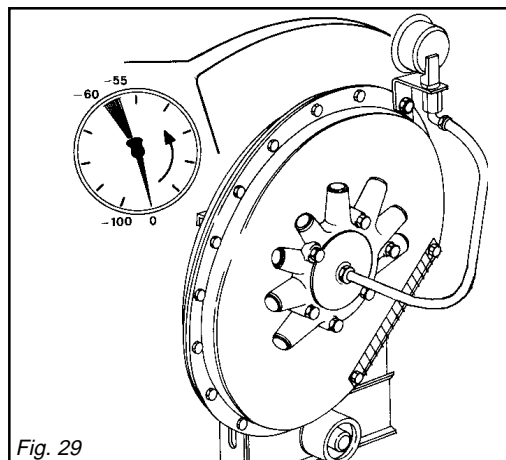

Fig. 29
Il vacuometro (Fig. 29) è lo strumento di misura del vuoto; quello fornito dal costruttore indica valori di aspirazione da 0 a -100 mbar. I valori indicativi medi dell'aspirazione per semi grossi è di  $-55 \div -60$  mbar, per semi piccoli  $-40 \div -45$  mbar.
*The vacuum meter (fig. 29) is the measuring instrument for vacuum; the one supplied by the manufacturer indicates the suction values from 0 to -100 mbar. The average indicative suction values for large seeds is  $-55 \div -60$  mbar, for small seeds  $-40 \div -45$  mbar.*
Das Vakuummeter (Abb. 29) ist das Gerät zur Abmessung des Vakuums; Das vom Hersteller gelieferte gibt Absaugwerte von 0 bis 100 mbar an. Die indikativen Durchschnittswerte der Absaugung grosser Samen sind  $-55 \div -60$  mbar, kleiner Samen  $-40 \div -45$  mbar.
*Le vacuomètre (Figure 29) est l'instrument de mesure du vide; le vacuomètre fourni par le Constructeur indique des valeurs d'aspiration de 0 à 0-100 mbar. Les valeurs indicatives moyennes de l'aspiration pour les graines grosses est de  $-55 \div -60$  mbar, pour de petites graines  $-40 \div -45$  mbar.*
El vacuómetro (Fig. 29) es el instrumento para la medición del vacío; el suministrado por el fabricante indica valores de aspiración entre 0 y -100 mbar. Los valores indicativos promedio de la aspiración, para las semillas gruesas es de entre  $-55 \div -60$  mbar, mientras que para las semillas pequeñas es de entre  $-40 \div -45$  mbar.